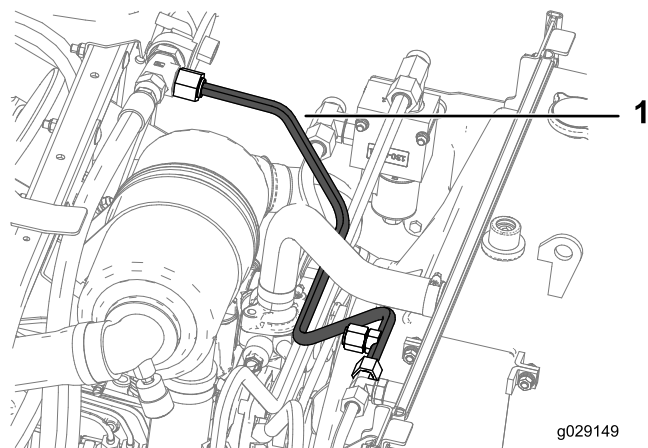

Рисунок 31
11. Установите гидравлическую трубку G от тройника (наружная резьба 5/8 x 5/8 x 3/4 дюйма) на головке фильтра в сборе к тройнику (3/4 x 13/16 дюйма), расположенному рядом с кожухом вентилятора радиатора, как показано на Рисунок 31.